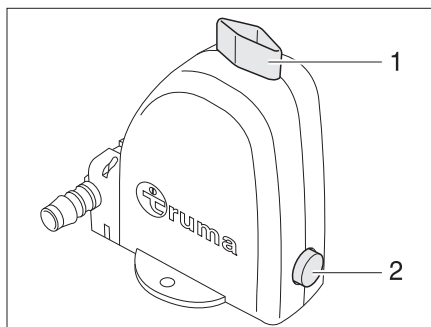

Figure 67 Valve de sécurité et de vidange du chauffe-eau
Le chauffe-eau est équipé d'une valve de sécurité et de vidange (Figure 67). La valve de sécurité et de vidange empêche que l'eau ne gèle dans le chauffe-eau lorsque le chauffage n'est pas allumé en cas de gel. La valve de sécurité et de vidange est montée auprès du chauffage ou bien dans les coffres de rangement du plancher sous la table.
- Fermer la valve de sécurité et de vidange. A cet effet, tourner le bouton rotatif (Figure 67,1) transversalement à la valve de sécurité et de vidange et enfoncer le bouton-poussoir (Figure 67,2).
- Ouvrir la valve de sécurité et de vidange. Tourner le bouton rotatif (Figure 67,1) parallèlement à la valve de sécurité et de vidange. Le bouton-poussoir (Figure 67,2) ressort. Le chauffe-eau est vidé à l'extérieur par le biais de la valve de sécurité et de vidange.